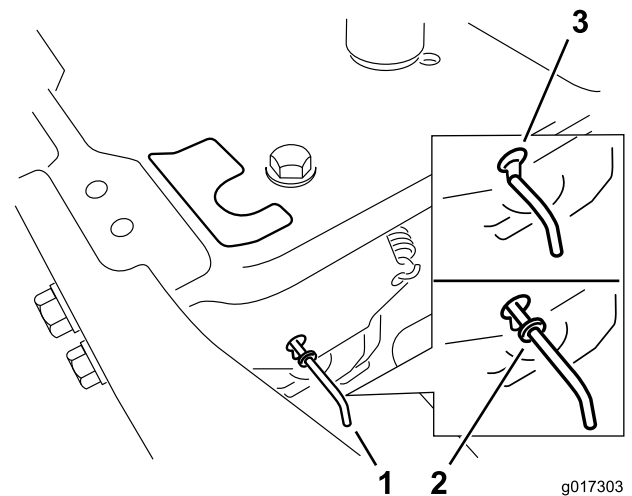

Bild 17
4. Schieben Sie die Bypasshebel nach vorne durch das Schlüsselloch und nach unten, um sie zu arretieren (Bild 17).
Schieben Sie die Bypasshebel nach hinten durch das Schlüsselloch und nach unten, um sie zu arretieren, wie in Bild 17 dargestellt.